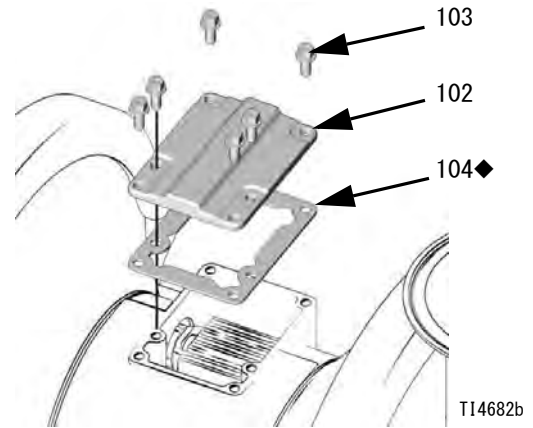

図 12
9. バルブガasket (104) とカバー (102) の 6 つの穴を、センターハウジング (101) と揃えます。トルクス (T20) ドライバーまたは 7 mm (9/32 インチ) のソケットレンチを使用して、6 本のネジ (103) を締めます。5.7 ~ 6.8 N \cdot m (50 ~ 60 in-lbs) までのトルクを与えます。図 12 を参照のこと。